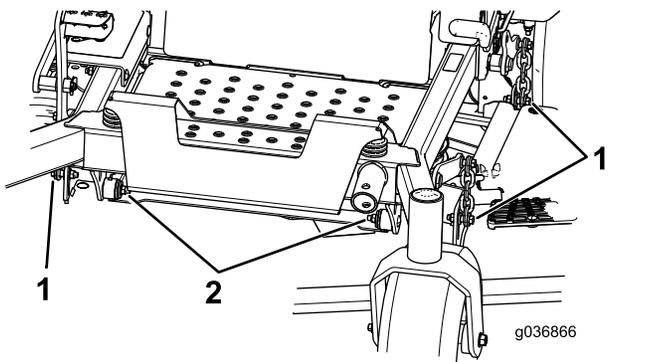

Figure 124
- Enlevez et conservez les boulons et écrous de chaque côté de la machine (Figure 124).